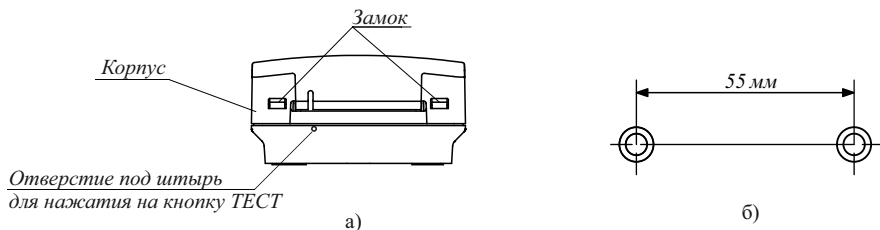

Рисунок 4
- отсоединить корпус от основания, нажав отверткой на замки внизу корпуса (рисунок 4 а). Кнопка УДП при этом должна быть в ненажатом положении;
- в соответствии с проектом необходимо произвести разметку места установки УДП (рисунок 4 б), просверлить два отверстия и вставить дюбели под шуруп диаметром 4 мм;